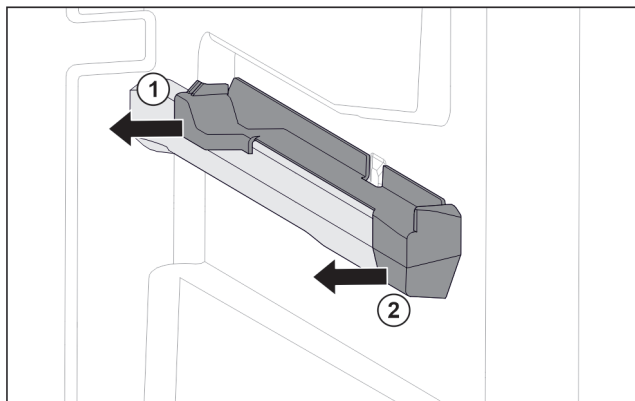

Fig. 74 Násuvný diel na pravom rebre nádoby
- Uchopte násuvný diel dole vzadu. Fig. 74 (1)
- Stiahnite násuvný diel vzadu do strany. Fig. 74 (1)
- Stiahnite násuvný diel vpredu do strany. Fig. 74 (2)